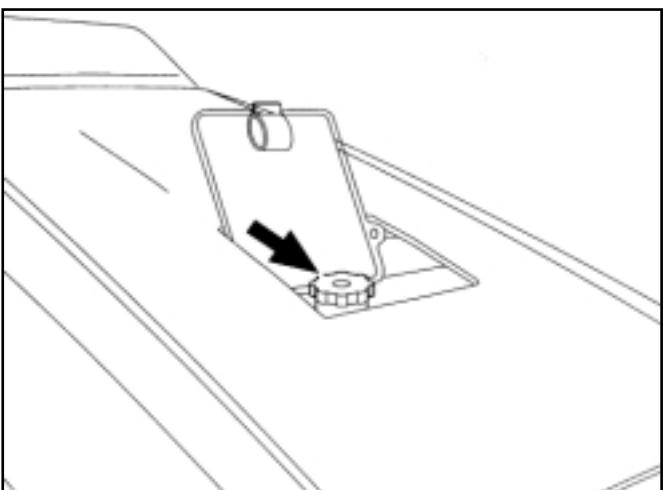

FIG. 107 / ABB. 107 / FIG. 107
1. Enlevez prudemment le bouchon (Fig. 107) du réservoir pour laisser échapper la pression. Ne JAMAIS ajouter un liquide froid à un système chaud.
1. Zum Prüfen des Kühlmittelstandes zuerst den Kühlerdeckel (Abb. 107) langsam aufschrauben, damit der Druck entweichen kann. KEINESFALLS Kühlmittel in das heiße System einfüllen.
1. Om het peil van de koelvloeistof te controleren verwijdert u eerst voorzichtig de radiatordop (Fig.107), zodat de druk kan ontsnappen. GIET GEEN koude koelvloeistof in een heet systeem.